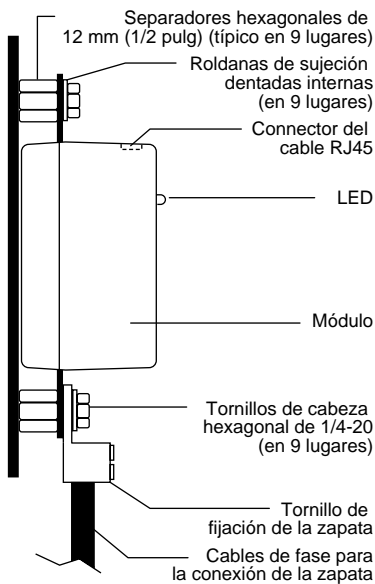

Figura 3: Módulo de 3 fases (vista lateral)
3. Utilice una herramienta adecuada para evitar que gire el separador hexagonal de 12 mm (1/2 pulg) (vea la figura 3), quite y deseche los nueve tornillos de cabeza hexagonal de 1/4-20 así como las nueve roldanas de sujeción dentadas internas correspondientes del módulo. No es necesario retirar los cables de fase para la conexión de las zapatas.
5. Instale el nuevo módulo con los nuevos herrajes que vienen incluidos (vea la figura 3). Apriete cada tornillo de cabeza hexagonal de 1/4-20 a 8 N•m (70 lbs-pulg).